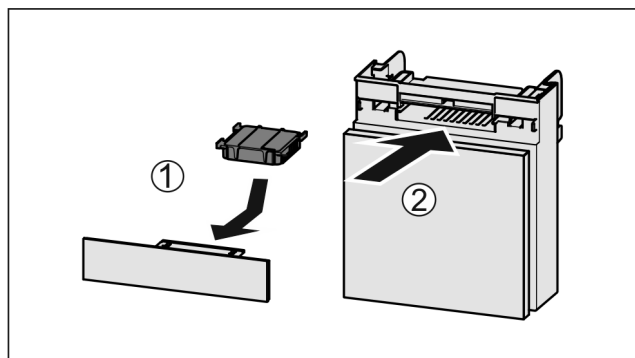

Fig. 116
- ▶ Установите фильтр с активированным углем, как показано на рисунке Fig. 116 (1).
- ▶ Вставьте отделение Fig. 116 (2).